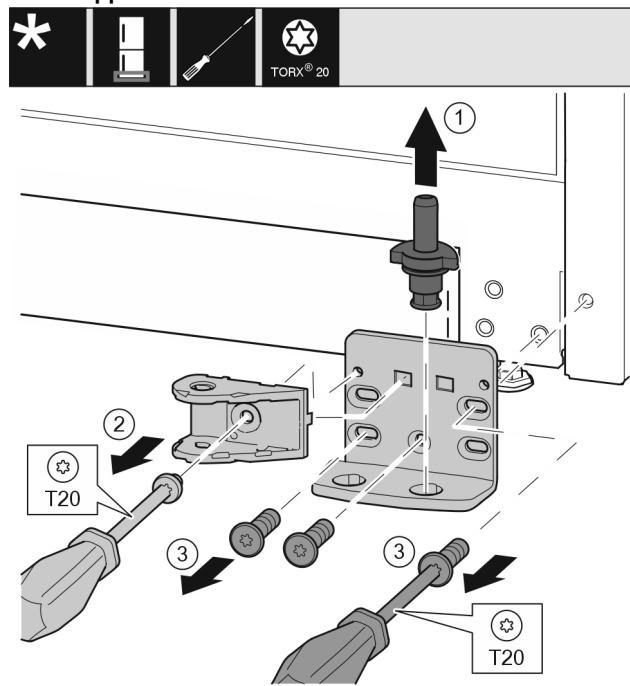

Fig. 34 *
- ▶ Lagerbouten compleet vanaf de bovenkant eruit trekken. Fig. 34 (1)*
- ▶ Schroeven met schroevendraaier T20 eruit draaien en de sluitdemperverbinding eraf halen. Fig. 34 (2)
- Schroeven met schroevendraaier T20 eruit draaien en de lagerbus eraf halen. *Fig. 34 (3)**